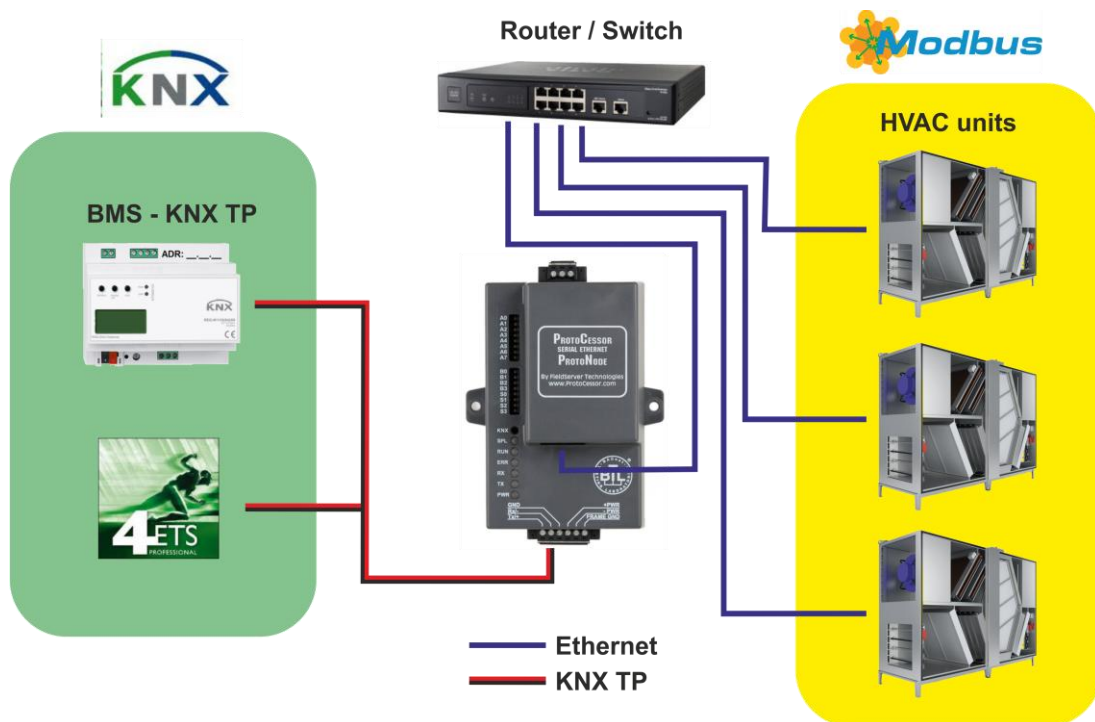

Abb. 3: Die KNX-TP-Topologie
- Die Schalterstellungen zur Auswahl von BACnet IP, BACnet MS/TP oder KNX sind der Tabelle in Abb. 3 zu entnehmen.